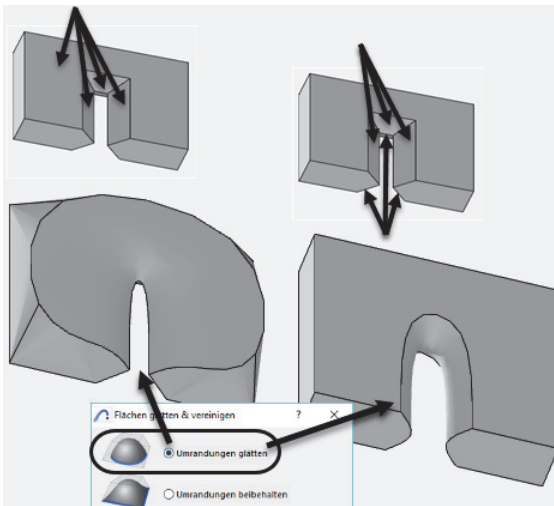

Abb. 14: FLÄCHEN GLÄTTEN, UMRANDUNGEN GLÄTTEN
- In der Abbildung vorne wurden die gleichen Flächen geglättet, aber diesmal die Umrandungen mit geglättet. Dadurch wurden die Basisflächen in der Kontur mit geglättet (Abbildung 14).